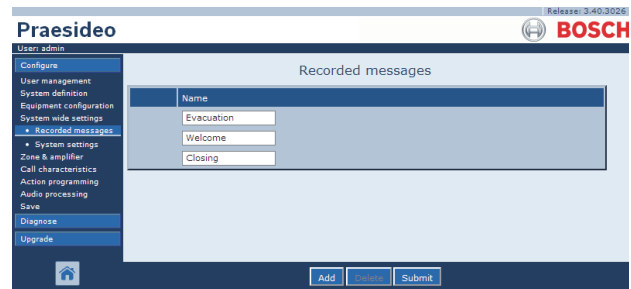

abbildung 45.2: Anmelden von Durchsagen, Schritt 1
- 1 Rufen Sie *Configure > System wide settings > Recorded messages* auf. Im Mainframe der webbasierten Benutzeroberfläche erscheint ein Bildschirm, der dem in abbildung 45.2 ähnelt.